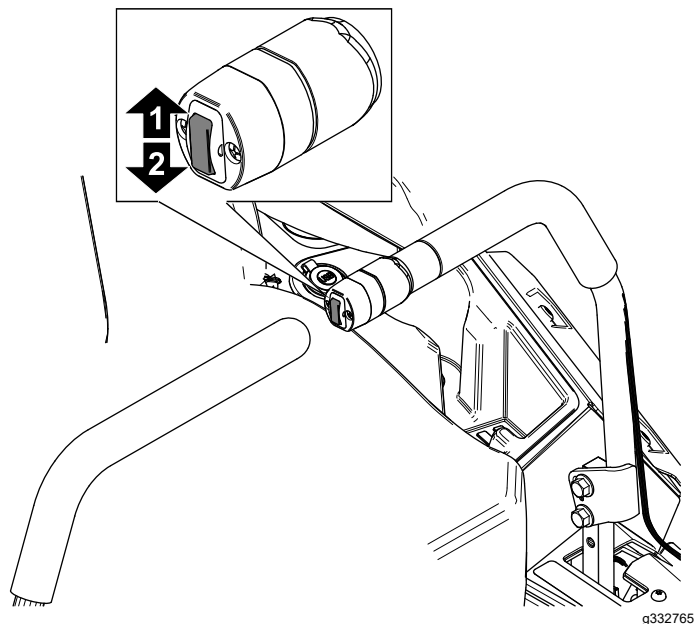

Figure 31
1. Appuyez sur la commande de levage du tablier (Figure 31).